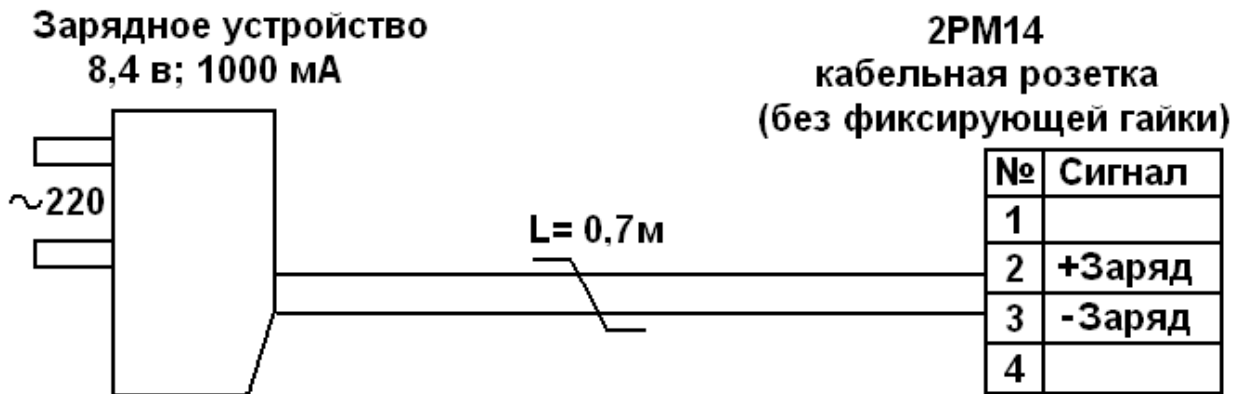
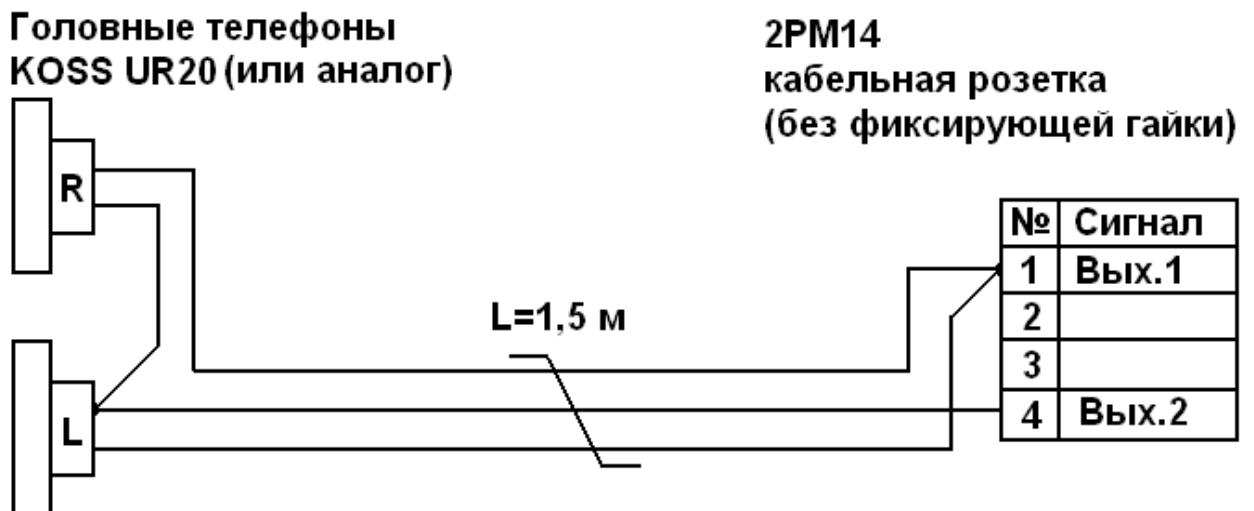

Рис.14. Схема подключения зарядного устройства к БО А-10ТЗ
Рис.15. Схема подключения головных телефонов к БО А-10ТЗ
8.2. На Рис.14 и Рис.15 приведены схемы подключения зарядного устройства и головных телефонов.